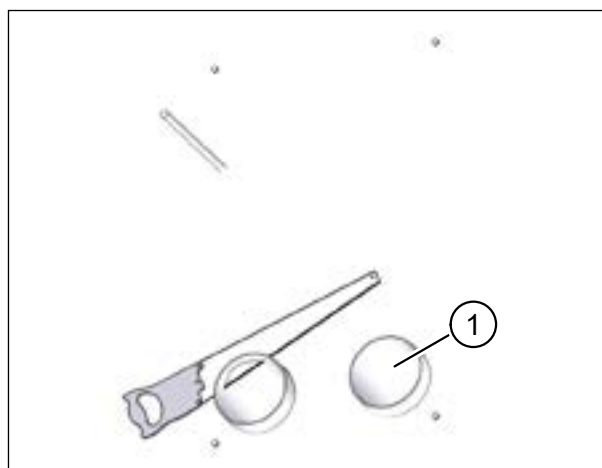

Рис. 29: обрезать вентиляционные трубы по длине на наружной стене
- ▶ Вентиляционные трубы (поз. 1 на рис. 29) на внутренней стене обрезать по длине таким образом, чтобы они заканчивались вровень с внутренней штукатуркой.